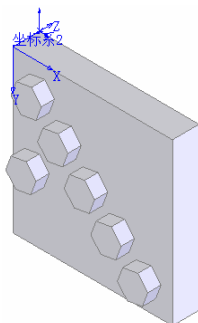

图 5-125 阵列的图形
⑦ 确认表格驱动阵列特征。单击“由表格驱动的阵列”属性管理器中的“确定”按钮，结果如图 5-125 所示。